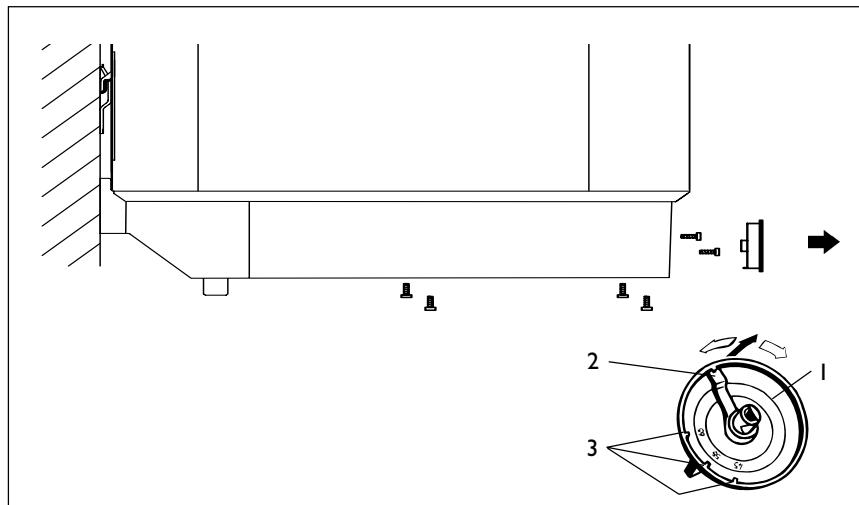

Рис. 10
Ограничение максимальной температуры, рис.10
- Рис.10: